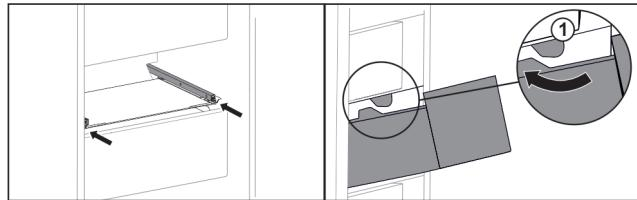

Fig. 136
- Prevedte zásuvku okolo zarážok Fig. 136 (1).